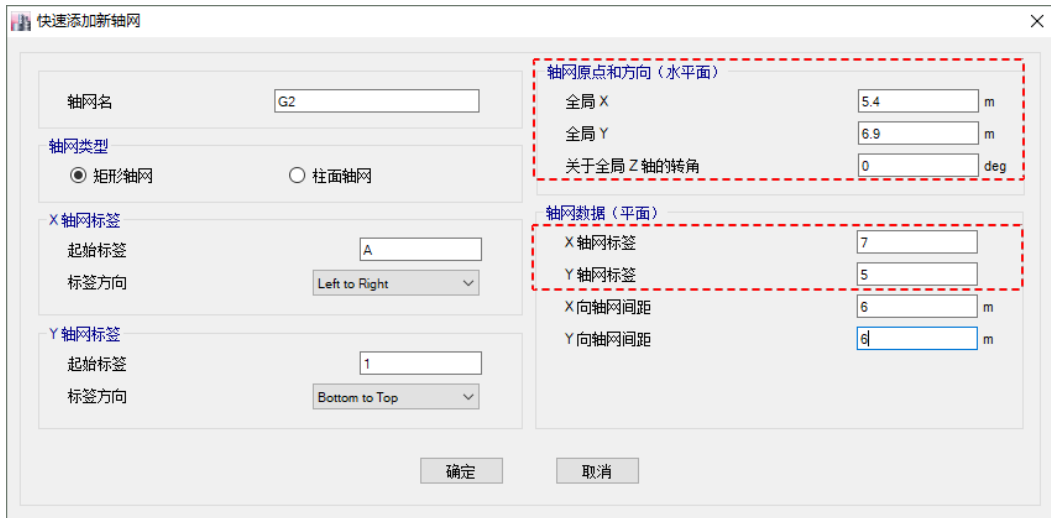

图 2-4 快速添加新轴网对话框
2. 点击**添加轴网**按钮，弹出**快速添加新轴网**对话框，在该对话框中进行如图 2-4 所示的编辑。